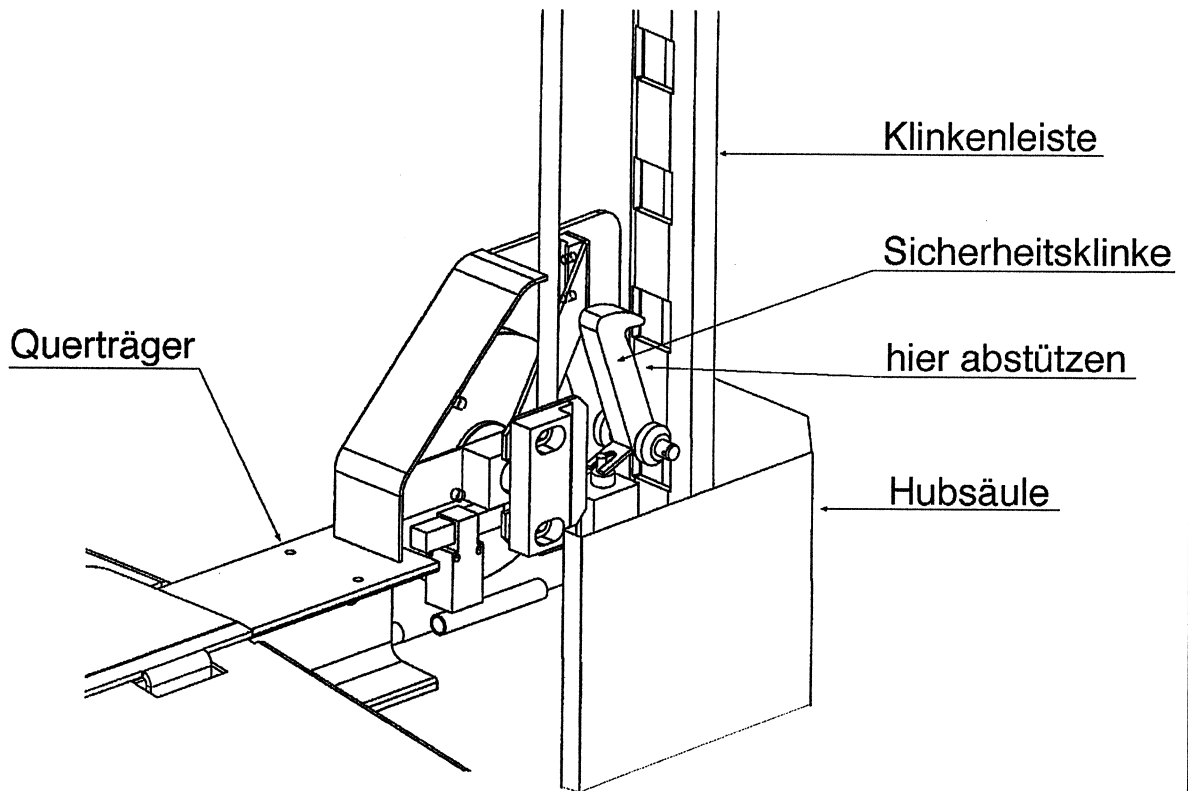

Bild 2: Zurückziehen der Absetzklinke
- Sicherheitsklinke manuell zurückziehen und geeigneten Gegenstand (Keil, Lappen) zwischen Klinkenleiste und Sicherheitsklinke legen oder die nach hinten gezogene Sicherheitsklinke mit Hilfe eines Drahtes befestigen, so daß der Zahn der Sicherheitsklinke nicht mehr in die Klinkenleiste einrasten kann (siehe Bild 2). Diese Maßnahme muß an allen vier Hubsäulen bzw. an den beiden Sicherheitsklinken des Radfreihebers vorgenommen werden.
- Sicherheitsklinke manuell zurückziehen und geeigneten Gegenstand (Keil, Lappen) zwischen Klinkenleiste und Sicherheitsklinke legen oder die nach hinten gezogene Sicherheitsklinke mit Hilfe eines Drahtes befestigen, so daß der Zahn der Sicherheitsklinke nicht mehr in die Klinkenleiste einrasten kann (siehe Bild 2). Diese Maßnahme muß nur am defekten Magneten vorgenommen werden.